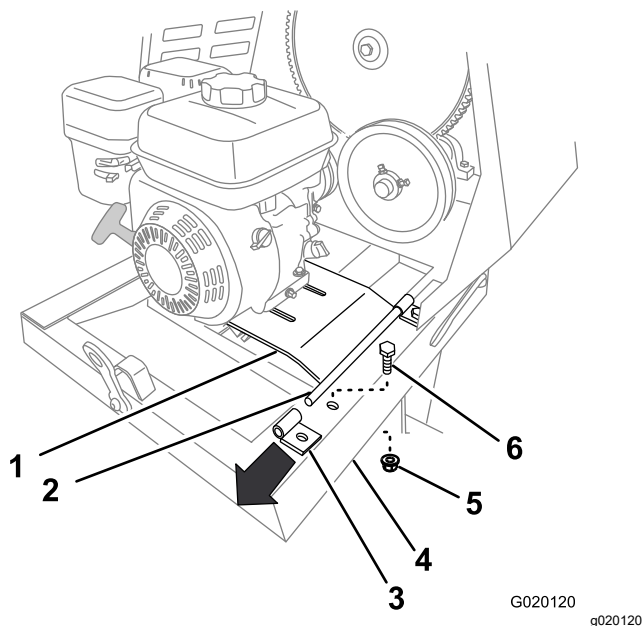

Figure 50
8. Retirez le boulon et l'écrou qui fixent le support arrière de la charnière de plancher moteur au cadre de la machine (Figure 50).
9. Soulevez le bord arrière du plancher moteur et déposez le support de charnière (Figure 50).
- Fixez le support arrière au cadre de la machine avec le boulon et l'écrou (Figure 50) retirés à l'opération 8 de Dépose du moteur (page 37).